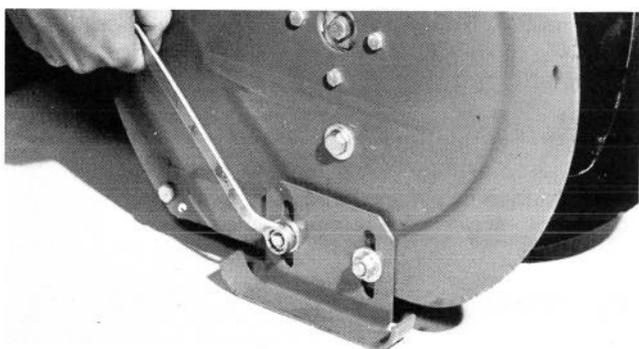

Abb. 37
1. Die Schneefräse auf eine ebene Fläche stellen und die vier Bundmutter (Abb. 37) lösen, damit beide Kufen an den Seitenplatten des Räumgehäuses in der Höhe verstellt werden können.
4. Wenn die Schneefräse auf Kies- oder Schotterflächen eingesetzt werden soll, die vier Bundmutter (Abb. 37) lösen, mit denen die Kufen an den Seitenplatten des Räumgehäuses befestigt sind. Dann die Kufen ganz nach unten schieben, damit das Räumgehäuse grösstmöglichen Abstand vom Untergrund hat. Nun die Bundmutter wieder festziehen.